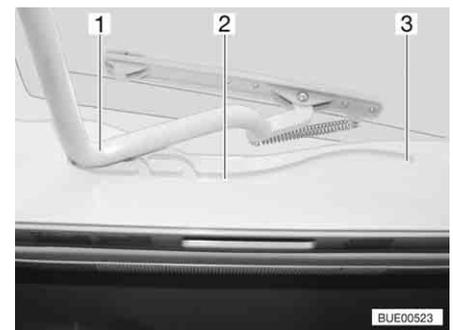

Fig. 71 Claraboya Heki, guía
- Tirar la horquilla (Fig. 71,1) en las guías (Fig. 71,2) hasta la posición trasera final (Fig. 71,3).
- Empujar el estribo (Fig. 71,1) ligeramente hacia arriba con ambas manos.
- Tirar el estribo en las guías (Fig. 71,2) hasta la posición deseada.